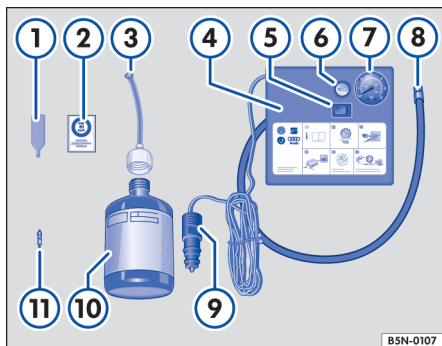

Fig. 246 Representação esquemática: componentes do kit de reparo dos pneus.
O kit de reparo dos pneus encontra-se no compartimento de bagagem sob o revestimento do assoalho. Ele é composto pelos seguintes componentes → Fig. 246:
12. Colar a etiqueta adesiva → Fig. 246 ② do kit de reparo dos pneus no painel de instrumentos, no campo de visão do condutor.
- Com a chave para remoção do elemento da válvula → Fig. 246 ①, desenroscar o elemento da válvula da válvula do pneu e colocá-lo sobre uma superfície limpa.
- Agitar a garrafa para enchimento dos pneus → Fig. 246 ⑩ algumas vezes com força.
- Rosquear a mangueira de enchimento → Fig. 246 ③ com firmeza no sentido horário sobre a garrafa para enchimento dos pneus. A película na tampa é perfurada automaticamente.
- Remover a vedação da tampa da mangueira de enchimento → Fig. 246 ③ e introduzir a extremidade aberta totalmente na válvula do pneu.
- Rosquear novamente o elemento da válvula com a chave para remoção do elemento da válvula → Fig. 246 ① na válvula do pneu.
- Deixar o compressor de ar funcionar até atingir 2,0 – 2,5 bar (29 – 36 psi/200 – 250 kPa) → ⚠️. **Tempo de funcionamento máximo: 8 minutos** → ⑪.
- Rosquear a mangueira de enchimento dos pneus → Fig. 246 ⑧ do compressor de ar com firmeza na válvula do pneu.
- Verificar se o parafuso de sangria de ar → Fig. 246 ⑥ está fechado.
- Conectar o conector do cabo 12 V → Fig. 246 ⑨ em uma tomada 12 V no veículo → Página 232.
- Ligar o compressor de ar com o interruptor LIGA-DESLIGA → Fig. 246 ⑤.
Reconectar a mangueira de enchimento dos pneus → Fig. 246 ⑧ e ler a pressão dos pneus no indicador da pressão dos pneus ⑦.